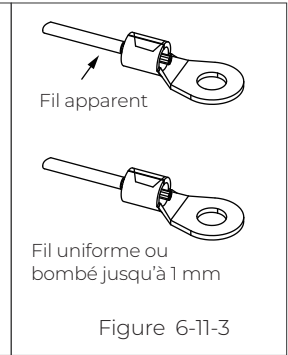

Figure 6-11-3
Étape 3 : Fixez la cosse OT avec des vis M5 dans la position indiquée sur la Figure 6-11-3. Couple recommandé : 3 Nm